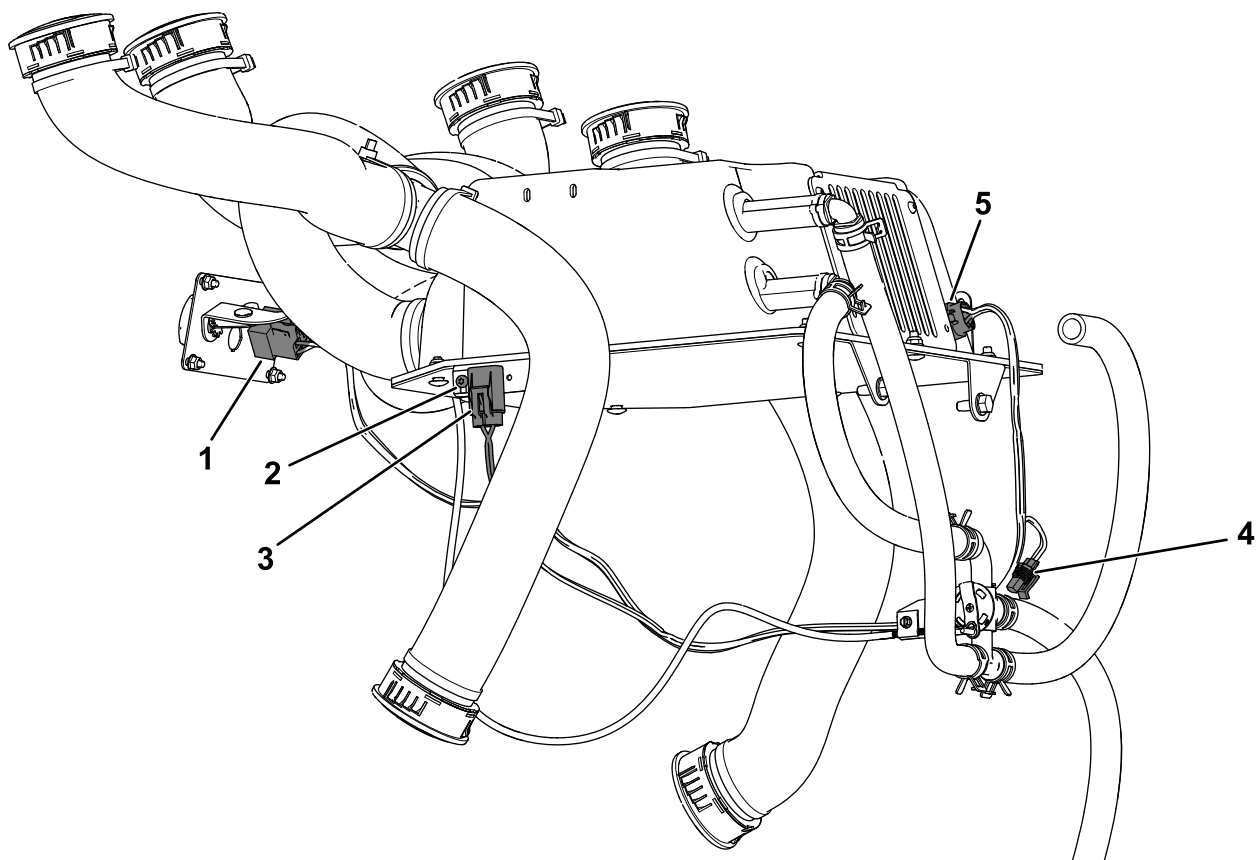

図 23
1. ヒューズカバーキットのワイヤハーネスの付属品を、ヒーターボックスの左側に取り付けるパンヘッドボルト#10-24 x 3/8"を使用して図 23のように取り付ける。
2. キットのワイヤハーネスを図 23のように配置する。